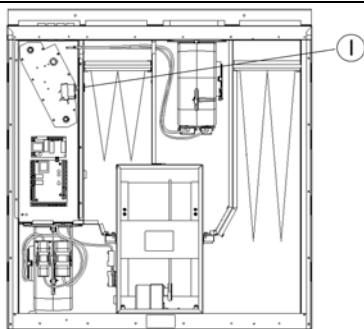

Fig. 7
N FEILSØKING (Fig. 7)
- Kontroller om branntermostat er slått ut. Resettes med trykk på rød bryter "I" i aggregatet (fig 7).
Em T J = Utkoplet branntermostat. Reset med trykk på rød knapp i aggregat (fig. 7)
S FELSÖKNING (Fig. 7)
- Kontrollera om brandtermostat har löst ut. Återställ genom att trycka in rød knapp "I" i aggregatet (fig 7).
Em T J = Urkopplad brandtermostat. Återställ med trykk på rød knapp i aggregat (fig. 7)
D FEHLERSUCHE (Fig. 7)
- Prüfen Sie, ob der Brandschutzthermostat ausgelöst hat. Wenn ja drücken Sie Taste "I" im Gerät (fig 7).